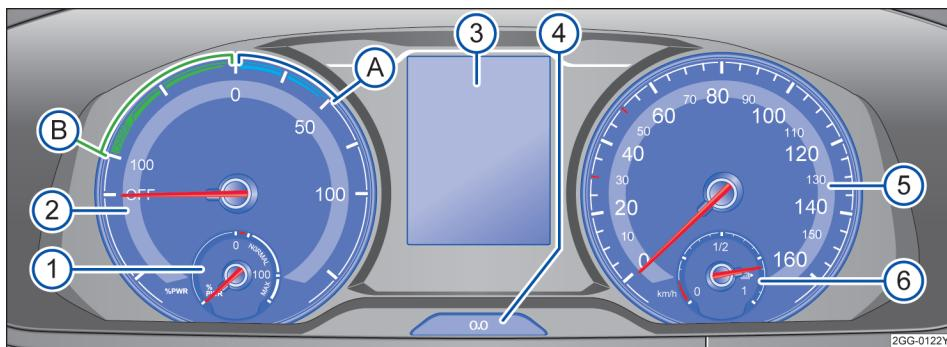

图 10 仪表概览
关于仪表的解释 → 图 10:
→ 图 10。
视汽车装备而定，在显示屏→图 10 ③中可以显示不同的信息：
- 按压按钮→图 10 ④ 可将**短距离行驶里程表**清零。